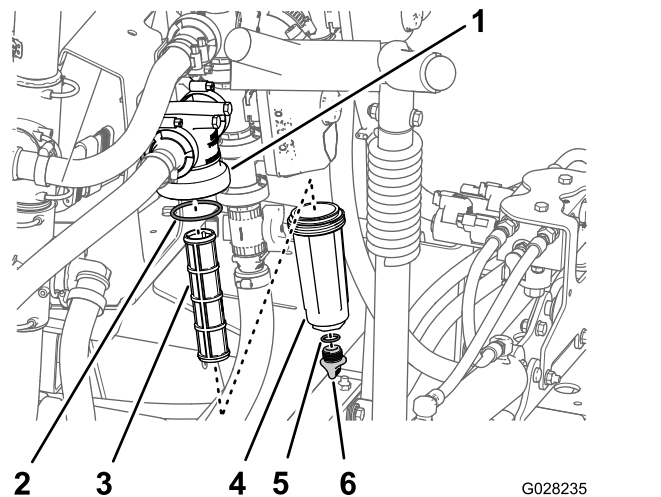

Figura 97
2. Allineate una bacinella di spurgo sotto il filtro della pressione (Figura 97).
3. Ruotate il tappo di spurgo in senso antiorario e rimuovetelo dal pozzetto del filtro della pressione (Figura 97).
4. Ruotate il pozzetto in senso antiorario e rimuovetelo dalla relativa testa del filtro (Figura 97).
5. Rimuovete l'elemento del filtro della pressione usato (Figura 97).
(situato all'interno della testa del filtro) per escludere danni e usura (Figura 97).
7. Montate il nuovo elemento del filtro della pressione nella testa del filtro (Figura 97).
8. Montate il pozzetto sulla testa del filtro e serrate manualmente (Figura 97).
9. Montate il tappo sul pozzetto e serrate manualmente (Figura 97).